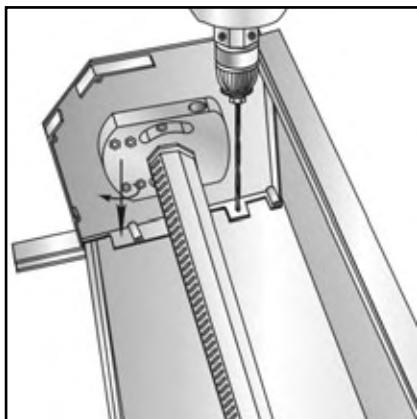

рис.8
- при накладном монтаже сверлить по два отверстия в задней отбортовке каждой крышки (рис.8);